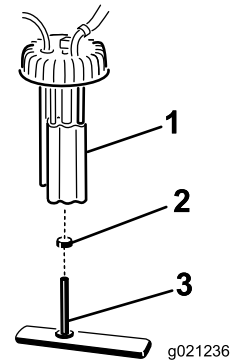

Figura 55
2. Desenchufe los conectores del arnés de cables de la bomba de combustible (Figura 55).
3. Retire el conjunto de la bomba de combustible y el filtro de combustible del depósito (Figura 55).
combustible. Retire el tubo del acoplamiento (Figura 55).